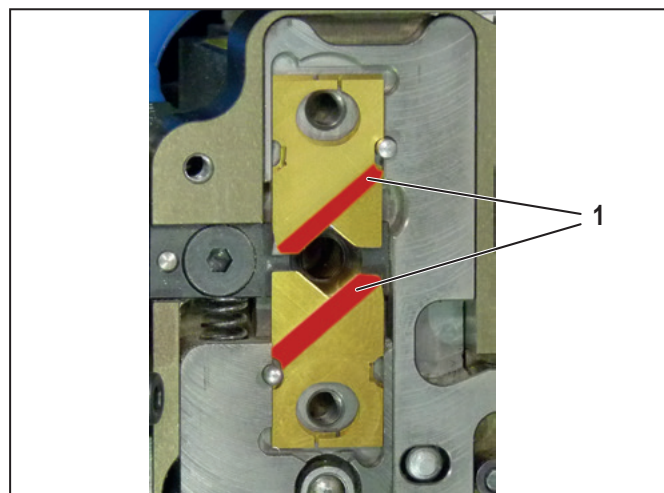

图8.2 插入新刀片
- ▶ 安装每对刀片，使斜切边缘点朝外（在图 8.2 中以红色标记）。